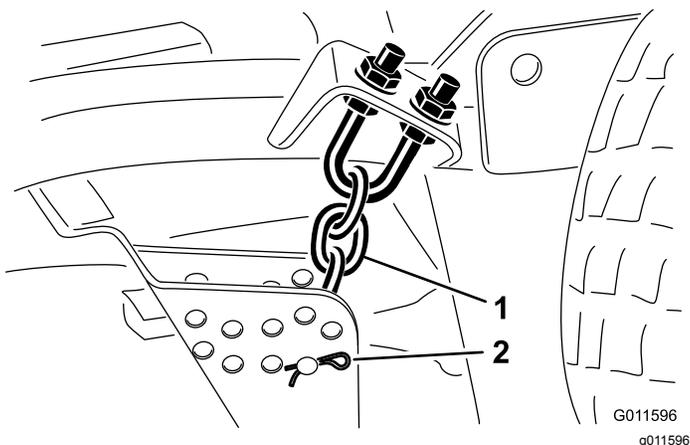

Figura 24
- Togliete la coppiglia e il perno con testa che fissano le catene dell'altezza di taglio sul retro del piatto di taglio (Figura 24).